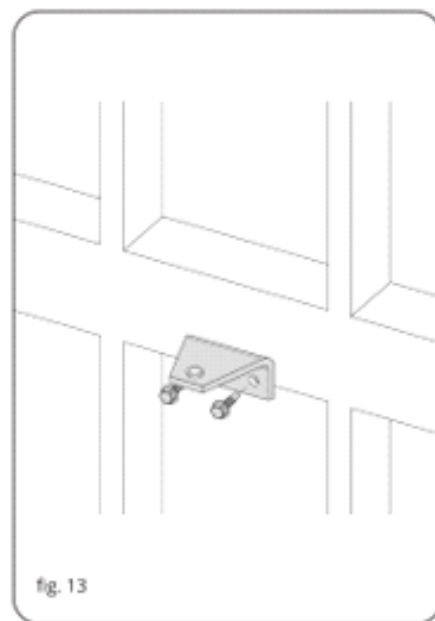
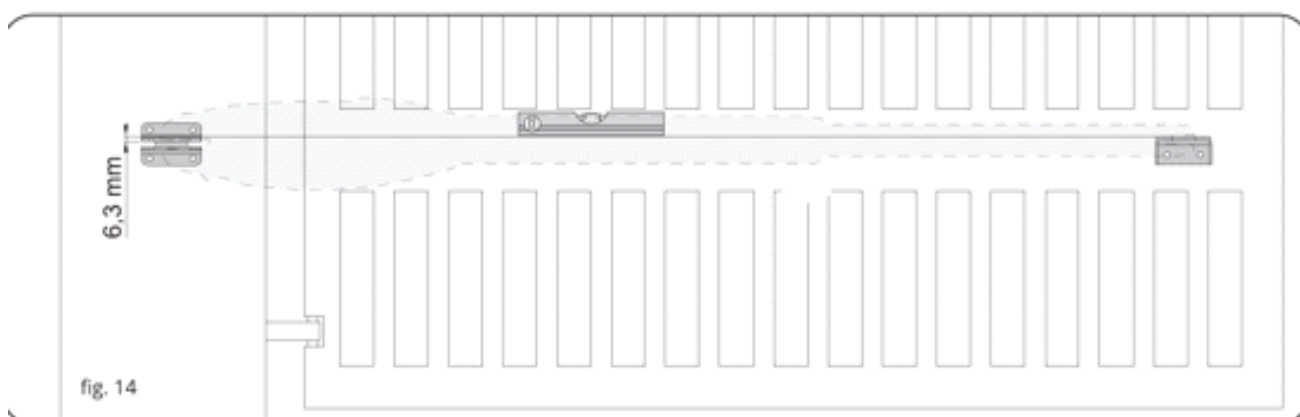

fig. 13
fig. 14
13.	Bevestig de vleugelbeugel in de gemarkeerde positie (fig. 13), controleer de maat van fig. 14 en let op de vlakheid.